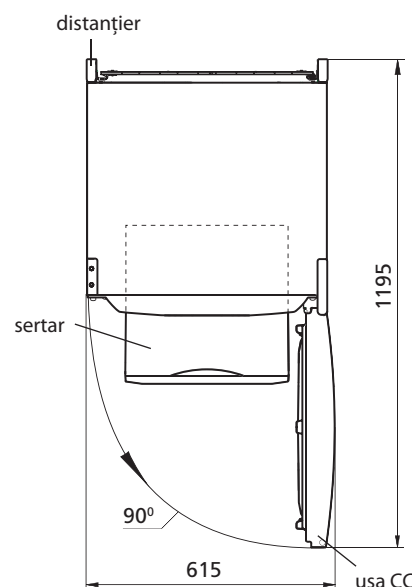

Figura 2 — Frigider (vedere de sus)
1.3 Spațiul total necesar pentru funcționarea frigiderului se determină de dimensiunile de gabarit, indicate în milimetri în figura 2. Pentru extragerea liberă a componentelor din frigider este necesar de deschis ușa la unghiul nu mai mic de 90°.